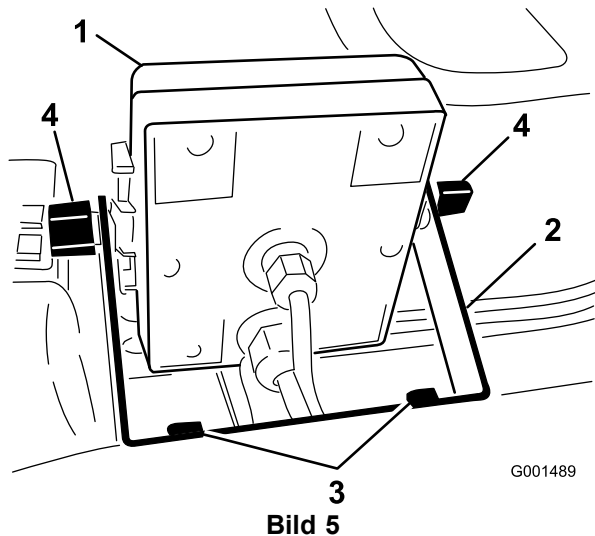

Bild 5
2. Montieren Sie die Steuergeräthalterung mit zwei Bundbolzen (1/4 x 3/4 Zoll) und zwei Bundmuttern (1/4 Zoll) am Armaturenbrett (Bild 5).
6. Montieren Sie das Spray Pro-Steuergerät auf den Schlossschraubenköpfen (Bild 5) und ziehen Sie die Handräder an, um es zu befestigen.